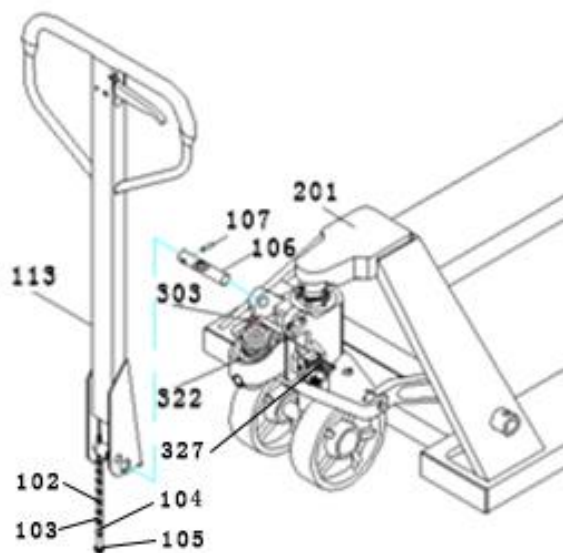
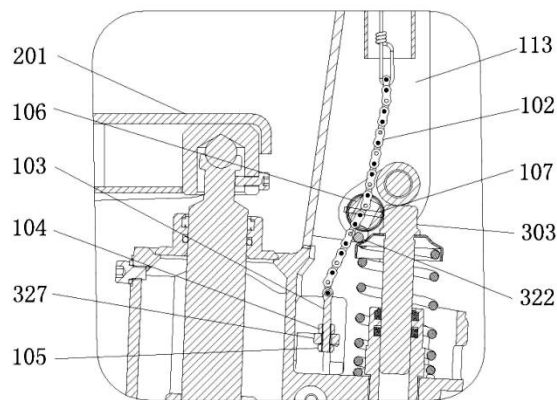

图 2-1
图 2-2
为了运输方便，手柄与车体是分开包装的，用户购买后可按图 2-1、图 2-2 进行安装。
- 2.2 然后把握杆(113)压下去，去掉泵芯限位杆(322) (见图 2-1、图 2-2)。